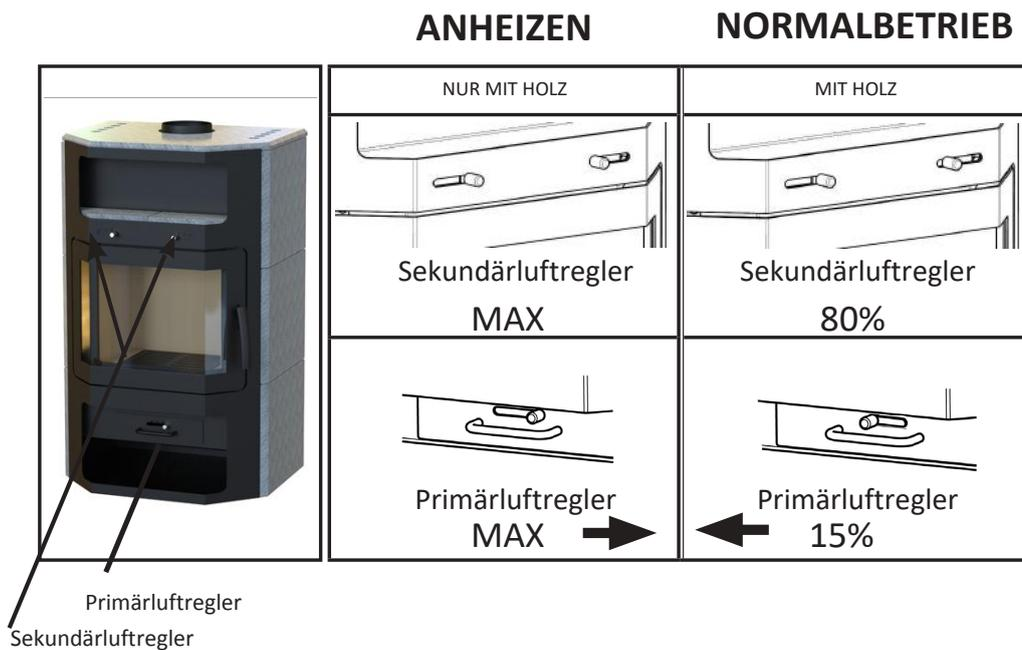

Abbildung 2 Leistungsregulierung des Kaminofens
4. Abbildung 2 Leistungsregulierung des Kaminofens	Seite 8